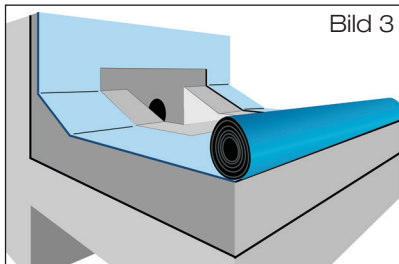

Bild 3
- 5.2.2 Schiebeflansch DN 100, mit Anschlussmanschette bzw. Schiebeflansch mit Klemmflansch mit Kompressionsdichtungen) mittels Schlitzschaubenzieher befestigen (Bild 3).
- 5.4.3 **Dachdichtungsbahn Bitumen:** Erste Lage der **Dachdichtungsbahn** über Attikaablauf ausrollen und im Bereich des Klebeflansches aussparen (Bild 3).